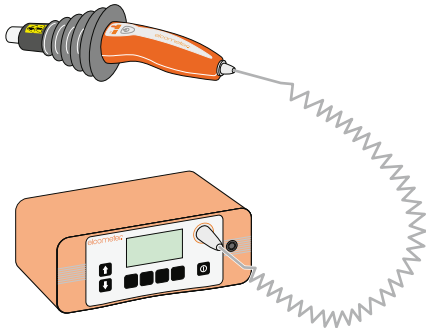

Bild 1
- 1 Schließen Sie den Hochspannungssondengriff mit dem grauen Spiralkabel am Gerät an (Bild 1).